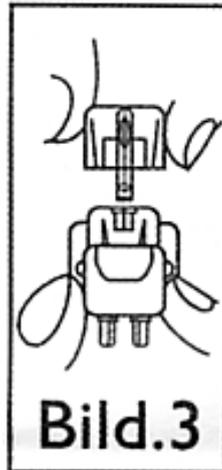

Bild.3
**Auswechseln der Abtastnadel.** Die Abtastnadel kann einfach ausgewechselt werden. Ziehen Sie den Nadeleinschub vorsichtig aus der Fassung heraus (siehe Bild 3). Fassen Sie die neue Abtastnadel am Gehäuse an und setzen den quadratischen Vorsprung vorsichtig in die Öffnung am Tonabnehmer ein. Drücken Sie das Gehäuse in den Tonabnehmer bis die Flächen fluchten. Wenden Sie bitte niemals Gewalt an.